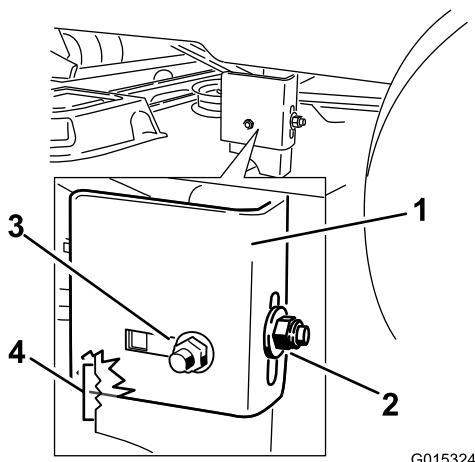

Figure 51
9. Desserrez l'écrou de blocage arrière sur le support jusqu'à ce qu'il soit possible de déplacer le support (Figure 51).
11. Arrêtez le tablier de coupe et vérifiez sa hauteur, puis serrez l'écrou de blocage arrière sur le support pour fixer cette nouvelle position (Figure 51). Serrez l'écrou de blocage latéral sur le support.